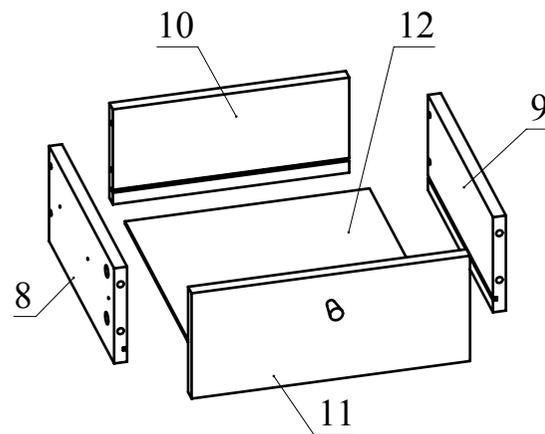

Рис.7
7. Соберите ящик. Соедините детали 8, 9 с деталью 10 с помощью конфирматов. Затем вставьте дно ящика 12 из ДВП в пазы деталей 8, 9, 10. Установите фасад ящика 11 на детали 8, 9 и зафиксируйте, повернув конфирматным ключом головки минификсов по часовой стрелке до упора (Рис. 7). Закрепите ручку на фасад ящика при помощи шурупа 4х30.